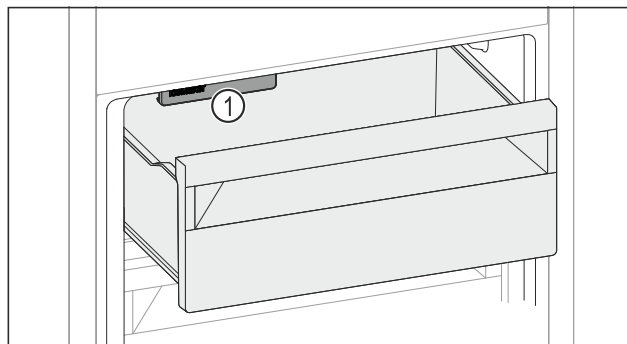

Fig. 157
- Внимавайте за IceMaker Fig. 157 (1).